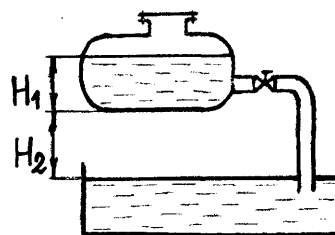

Рис. 12
22. Из цистерны, установленной на высоте 0,9 м, по трубе диаметром 40 мм, на которой установлен кран, сливается дизельное топливо, уровень топлива в цистерне 1,4 м. В верхней части цистерны имеет место вакуум 73,5 мм. рт. ст., радиус колена 100 мм, потерями на трение пренебречь. Определить расход дизельного топлива. (рис. 12)